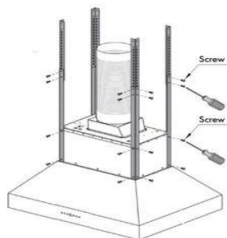

Figure 2
3. Attachez les quatre poteaux de support au boîtier du moteur de la hotte. *Figure 2*